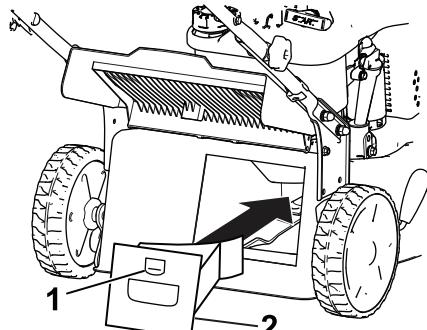

Figura 16
1. Levante y sujeté la tapa trasera (Figura 16).
2. Instale el tapón de mulching en la carcasa y bloquee el tapón en el hueco de la carcasa (Figura 16).